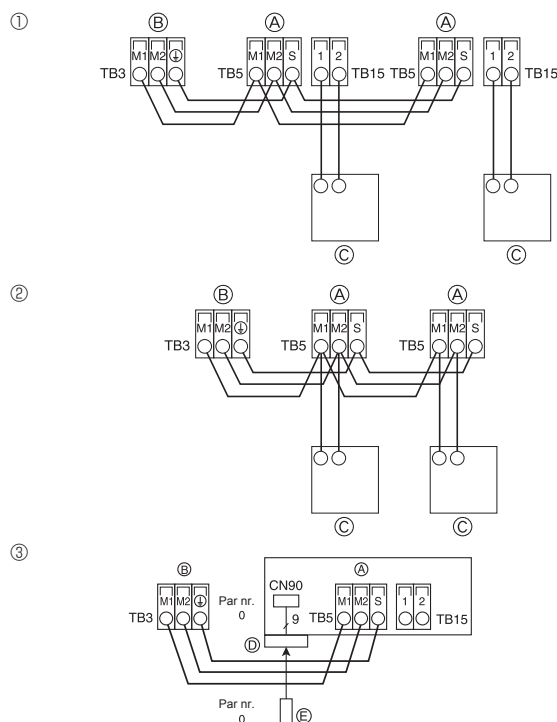

Fig. 4-8
4.4. Tilkobling av fjernkontroll, innendørs og utendørs overføringskabler (Fig. 4-8)
① MA fjernkontroll
② M-NET-fjernkontroll
③ Trådløs fjernkontroll (Ved installasjon av trådløs signalmottaker)